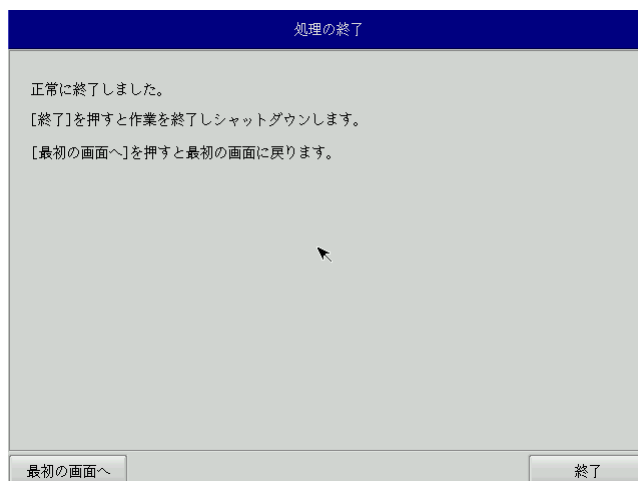

図 5-2-9. 終了画面
- ⑭ 終了画面（図 5-2-9）が表示されるとバックアップファイルの書き込みは完了です。[終了]ボタンを押して電源を落とし、リカバリ USB メモリ、保存メディアを外します。